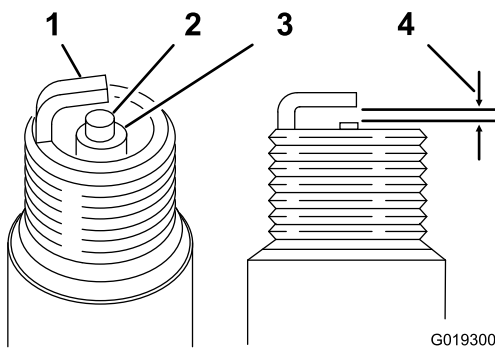

Bild 27
3. Achten Sie darauf, dass der Elektrodenabstand richtig eingestellt ist (Bild 27).